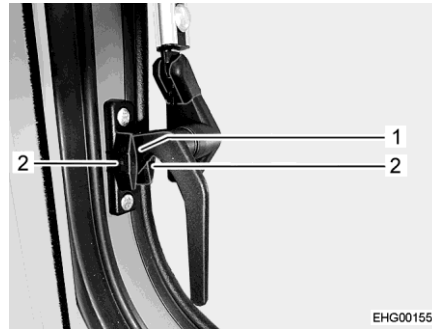

Fig. 40 Levier de verrouillage, latéral, (position "Aération permanente")
- Tourner les leviers de verrouillage latéraux d'un quart de tour vers le bas. Faire passer le tenon de verrouillage (Fig. 40,1) entre les deux moitiés du bloc de verrouillage.